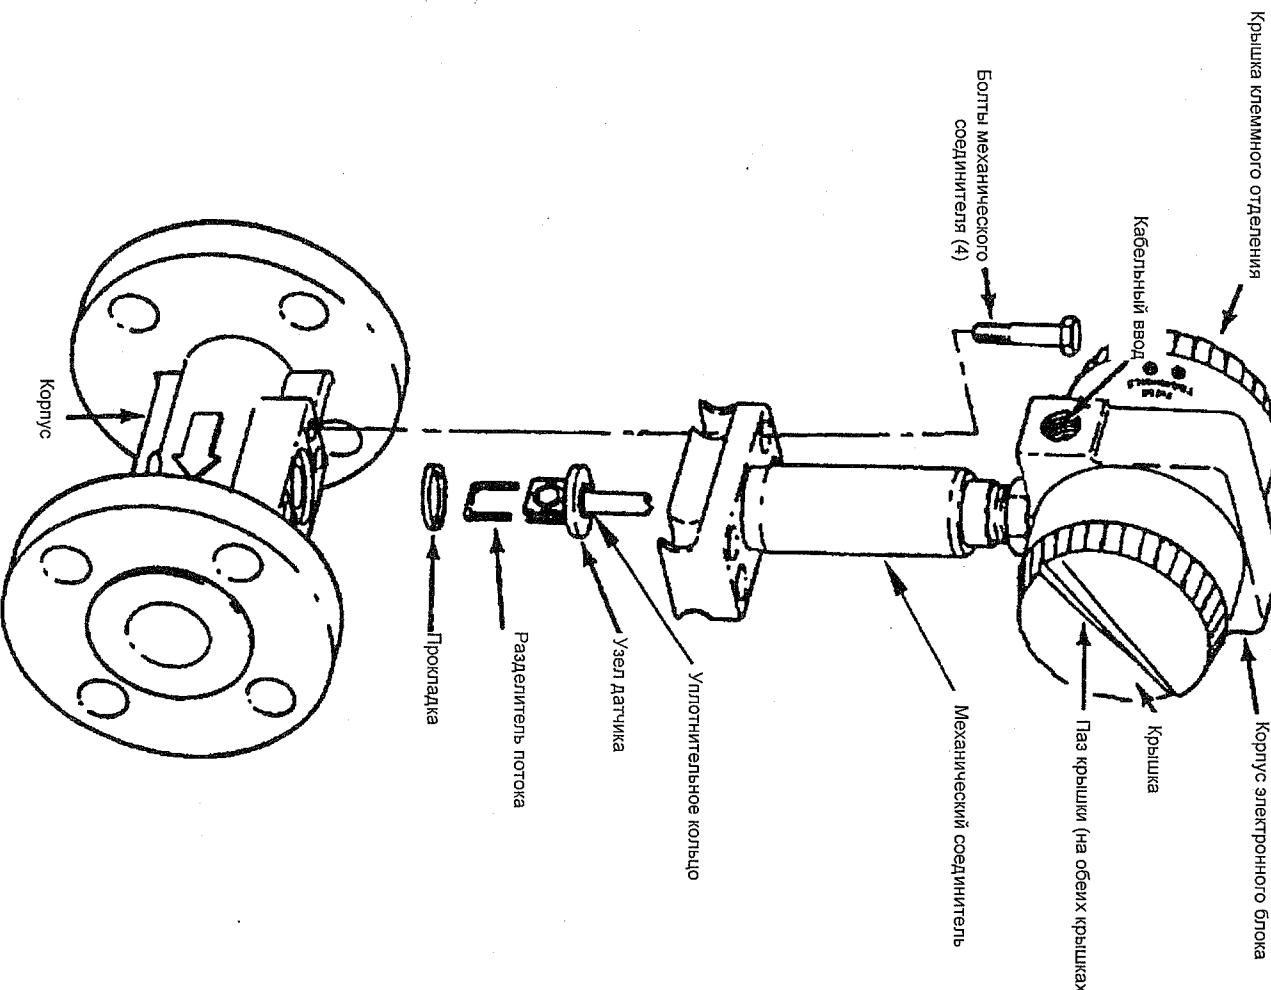

Рис. 28. Узел расходомера
4. Снимите болты механического соединителя и снимите корпус электронного блока, механический соединитель и датчик как единий узел. См. рис. 28.